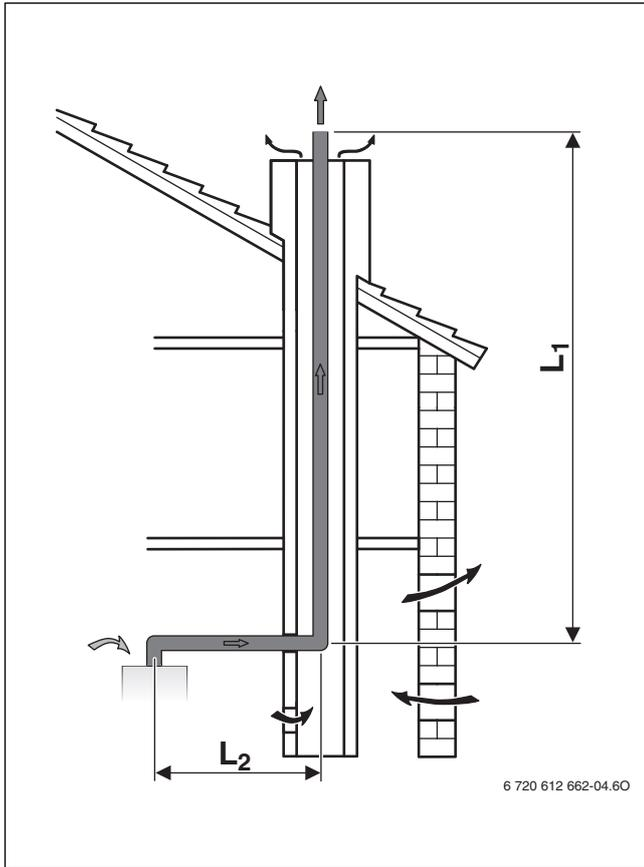

Fig. 21 Condotto di di evacuazione dei gas combusti tramite cavedio secondo B₂₃
- Se lo scarico dei gas combusti avviene in un cavedio retroventilato (→ fig. 21, 22 e 24), la pulizia non è necessaria.